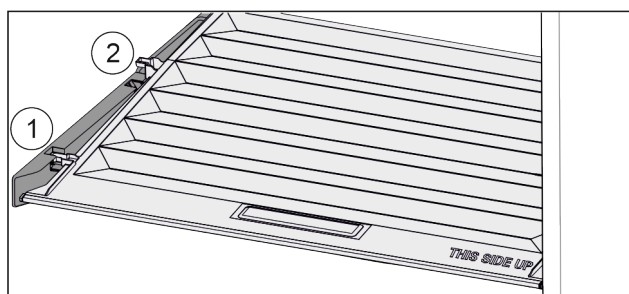

Fig. 134
- ▶ Dra locket framåt Fig. 134 (1) till öppningen i fästdelarna.
- ▶ Lyft det baktill underifrån och ta ut Fig. 134 (2) det uppåt.